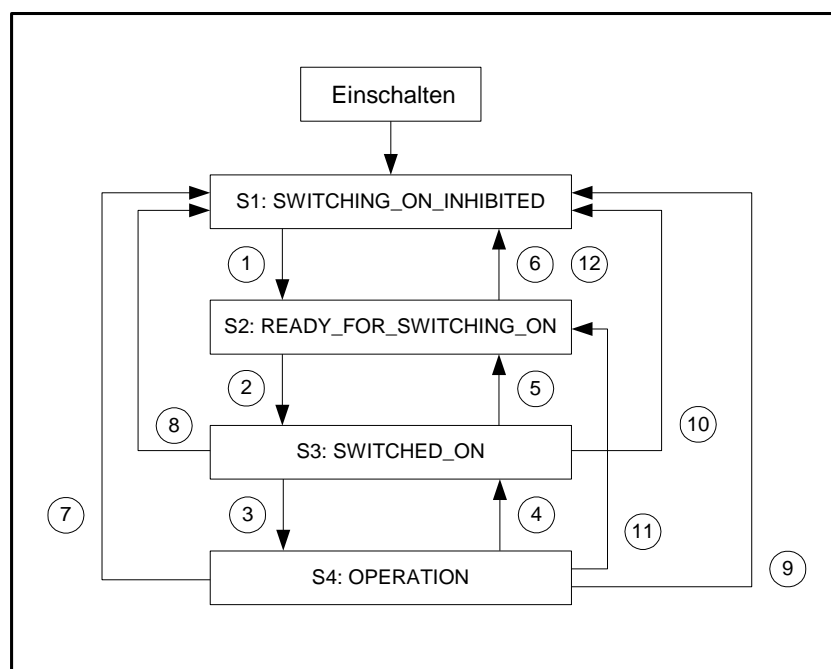

Abbildung 18: Vereinfachtes Zustandsdiagramm
Die Zustände sind aus der PROFIdrive-Spezifikation weitgehend übernommen. PROFIdrive unterscheidet zwischen Ramp stop und Quick stop. Der Servoregler schaltet hier einheitlich die Reglerfreigabe aus, so dass sich das vereinfachte Zustandsdiagramm gemäß *Abbildung 18* ergibt.
- 3.) Laut Zustandsdiagramm (*Abbildung 18*) sind die Übergänge 1, 2 und 3 auszuführen.